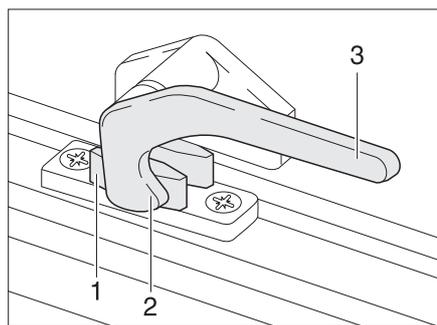

Bild 35 Verriegelungshebel in Stellung "geschlossen"
- Den Verriegelungshebel (Bild 35,3) eine viertel Umdrehung zur Fenstermitte hin drehen.
- Den Verriegelungshebel (Bild 35,3) eine viertel Umdrehung zum Fensterahmen hin drehen. Die Verriegelungsnase (Bild 35,2) liegt auf der Innenseite der Fensterverriegelung (Bild 35,1).
- in Stellung "fest verschlossen" (Bild 35)